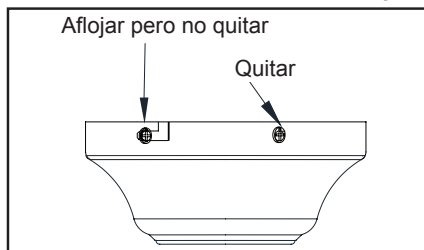

Figura 6
2. Retira el soporte de montaje de la cubierta aflojando los cuatro tornillos en la parte superior de la cubierta. Quita los dos tornillos sin ranura y afloja los tornillos ranurados. Esto te permitirá retirar el soporte de montaje. (Figura 6)